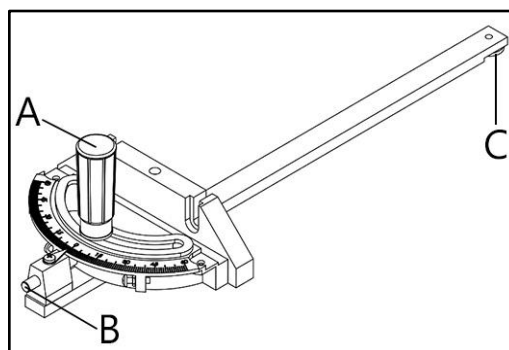

Рисунок 34
- Если пильный диск не будет наклоняться до 90° , поверните (против часовой стрелки) установочный винт В (рис. 34), пока не будет достигнут угол в 90° .
- Если пильный диск не будет наклоняться до 45°, поверните (против часовой стрелки) установочный винт С (рис. 34), расположенный справа от вставки стола, до тех пор, пока пильный диск не будет установлено на 45°.
- Угловой упор, поставляемый со станком, снабжен собственными индикаторами и ограничителями на 0° и 45° влево и вправо и может регулироваться вручную до 60° вправо и влево (рис. 34).